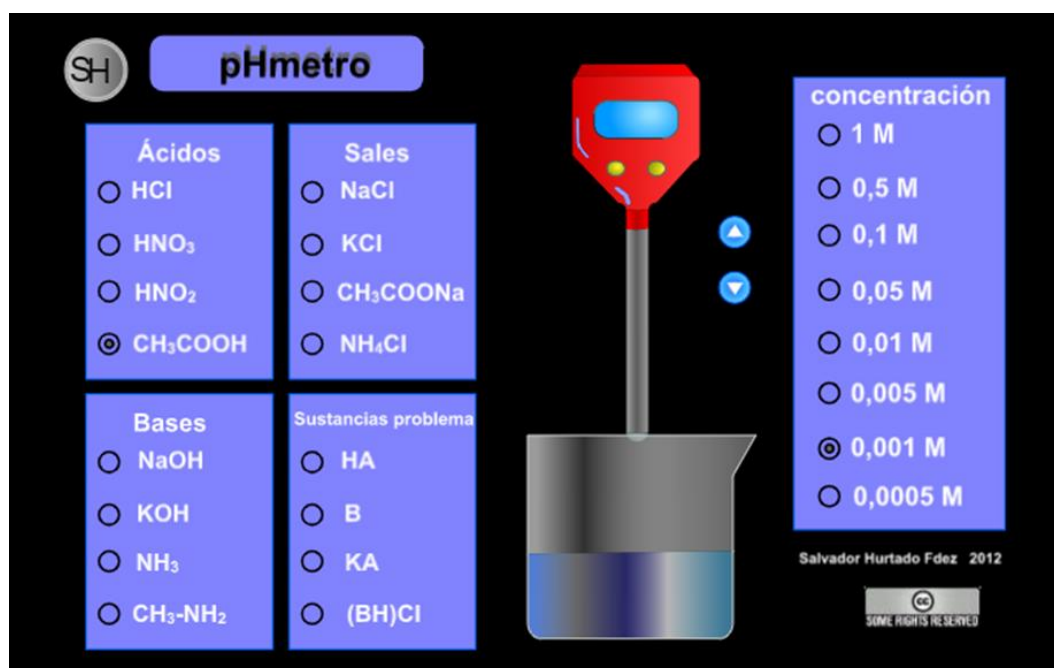

Figura 1. Simulador *pH-metro*
1. Seleccione la disolución de ácido acético y la concentración 0.001 [M] (figura 1).